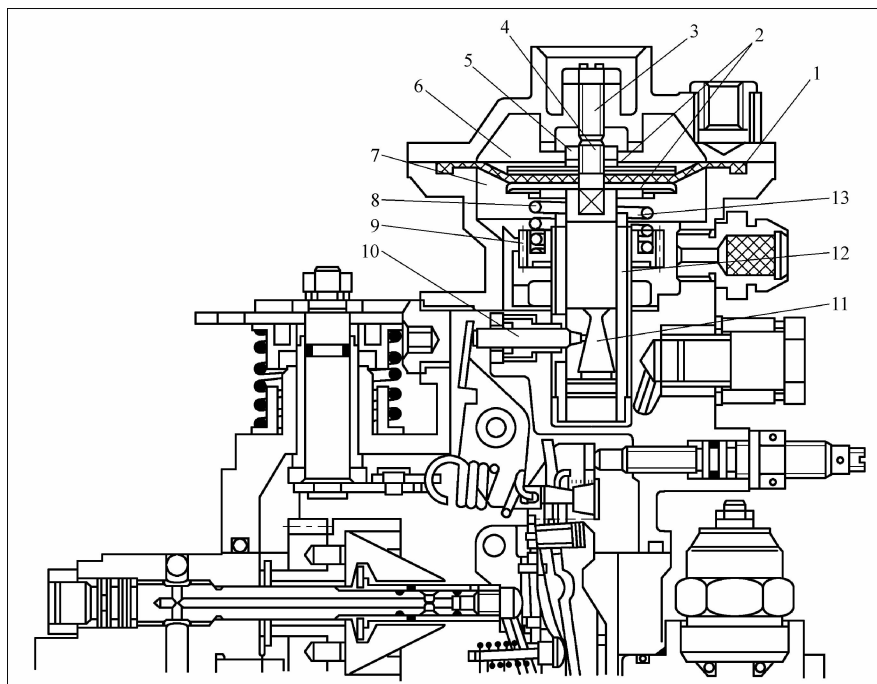

图 1-55 增压补偿器结构示意图
(2) 结构 增压补偿器结构示意图如图 1-55 所示。膜片 1 是增压补偿器的感应元件，